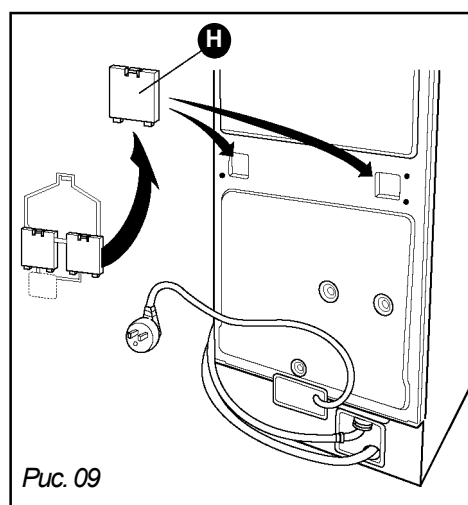

Рис. 09
- Заглушить отверстия от фиксатора, используя две оставшиеся крышки **H** (рис. 09) и закрепить их 4 винтами **E** в исходное положение.